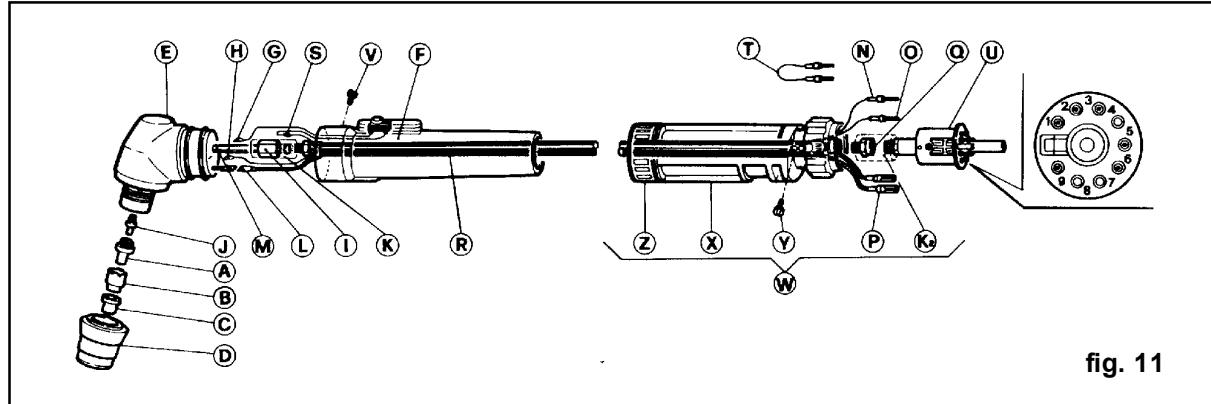

fig. 11
1) Sostituzione delle parti di consumo (fig. 11). I particolari soggetti ad usura sono l'elettrodo **A**, il diffusore **B** e l'ugello **C**. La sostituzione di una di queste parti è possibile solo dopo avere svitato il portauugello **D**. L'elettrodo **A** deve essere sostituito quando presenta un cratere al centro profondo circa
2) Sostituzione del corpo torcia E (vedi fig. 11) Togliere la vite V. Sfilare dal corpo E l'impugnatura F facendo oscillare l'impugnatura stessa e ponendo molta attenzione a non strappare i fili del pulsante al momento della separazione dei due particolari. Sfilare i conduttori dei contatti di sicurezza G ed H. Sfilare la connessione L. Svitare il raccordo I dopo aver tagliato il tubetto isolante K. Montare il nuovo corpo torcia eseguendo a ritroso tutte le operazioni precedenti.
3) Sostituzione dell'adattatore W (vedi fig. 11). Togliere la ghiera Z e tagliare le fascette che fermano il cavo R. Svitare la
4) Sostituzione del cavo R (vedi fig.11) Per la sostituzione del cavo oltre ad eseguire le operazioni indicate ai punti 2 e 3 è necessario eseguire la connessione S.